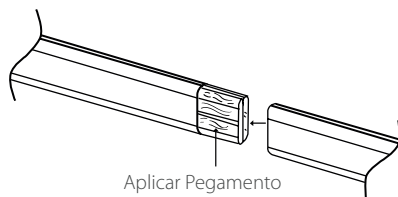

Figura 3-2
2) Aplique pegamento en la sección que sobresale de la primera parte del brazo e insértelo en parte hueca de la segunda parte del brazo para unirlos y formar el brazo principal, como se muestra en la figura 3-2.